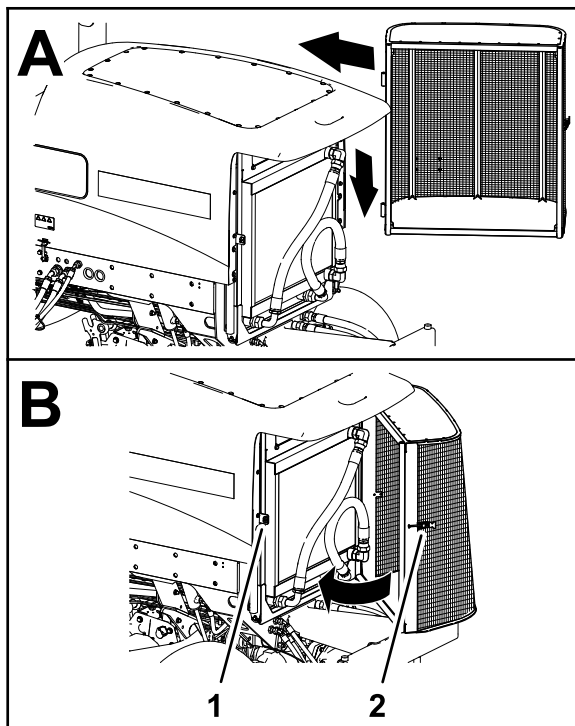

図 158
8. 蝶番ピンにスクリーンを取り付ける **図 158**。